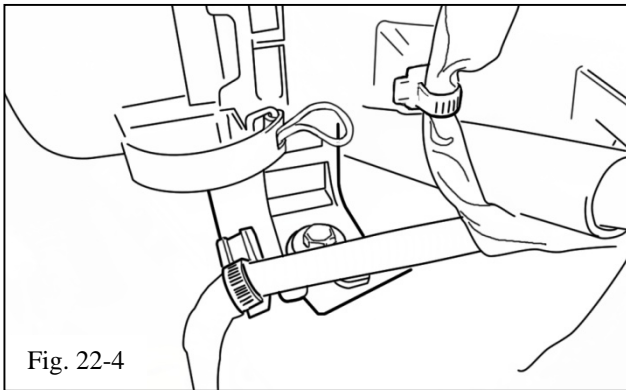

Fig. 22-4
- (d) Reconnect the 2 wire harness clamps removed in Step 2(e) on Page 7 (Fig. 22-4).